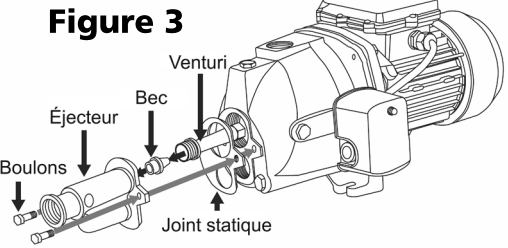

Figure 3
- 1. Install the ejector kit to the pump housing as shown in Figure 3.
1. Installer la trousse d'éjecteur sur le carter de la pompe, comme montré dans la Figure 3.